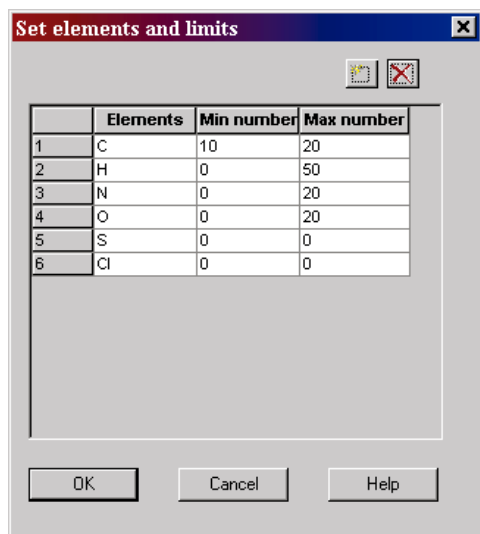

图 3. 用于计算分子式的元素
如图所示，飞行时间质谱的高分辨功能可以得到高分辨质谱，它可以将 C12 峰 (A)，C13 峰 (A + 1) 和 A + 2 峰。所以，可以得到化合物的精确质量数。根据 C12 峰和 C13 峰的比例，可以推算实验分子式中的碳原子的数量。在质谱图还发现 A + 2 峰非常低，这说明化合物的没有硫，溴，或氯元素。这些信息可以帮助分析工作者来确定元素组成的单元，见图 3。